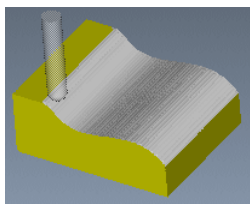

图 19.3.37 NC 检测结果
Step1. 在 ▼ PLAY PATH (播放路径) 菜单中选择 NC Check (NC 检查) 命令，系统弹出“VERICUT 7.1.2 by CGTECH”窗口。单击  按钮，观察刀具切割工件的运行情况，仿真结果如图 19.3.37 所示。